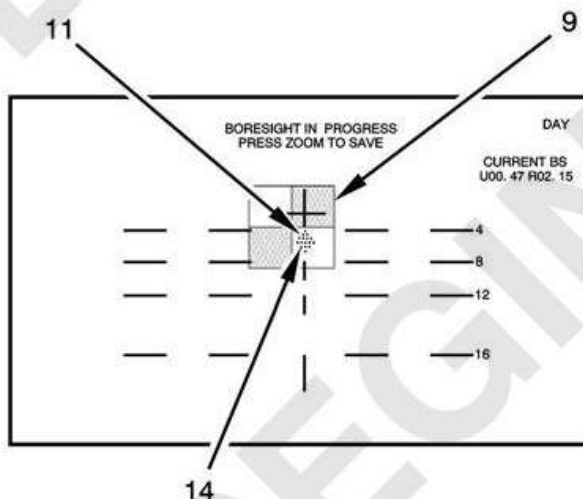

РИС. 4
- Зайдіть до меню RTS (16) на DCM (1) (Том 1, WP 0114).
- Використовуючи 4-позиційний перемикач (17) на DCM (1), переміщуйтеся вниз, доки стрілка (→) (18) не опиниться навпроти пункту BORESIGHT (ВІЗИРУВАННЯ). Переведіть 4-позиційний перемикач (17) праворуч для входу в режим BORESIGHT (ВІЗИРУВАННЯ).
- Використовуючи 4-позиційний перемикач (17) на DCM (1), переміщуйтеся вгору та/або вниз, щоб розташувати точку прицілювання прицільної сітки (11) горизонтально в центрі зони влучання (14) на цілі (9) (Рис. 4).
- d. Використовуючи 4-позиційний перемикач (17) на DCM (1), переміщуйтеся вліво та/або вправо, щоб розташувати точку прицілювання прицільної сітки (11) вертикально в центрі зони влучання (14) на цілі (9) (Рис. 4).